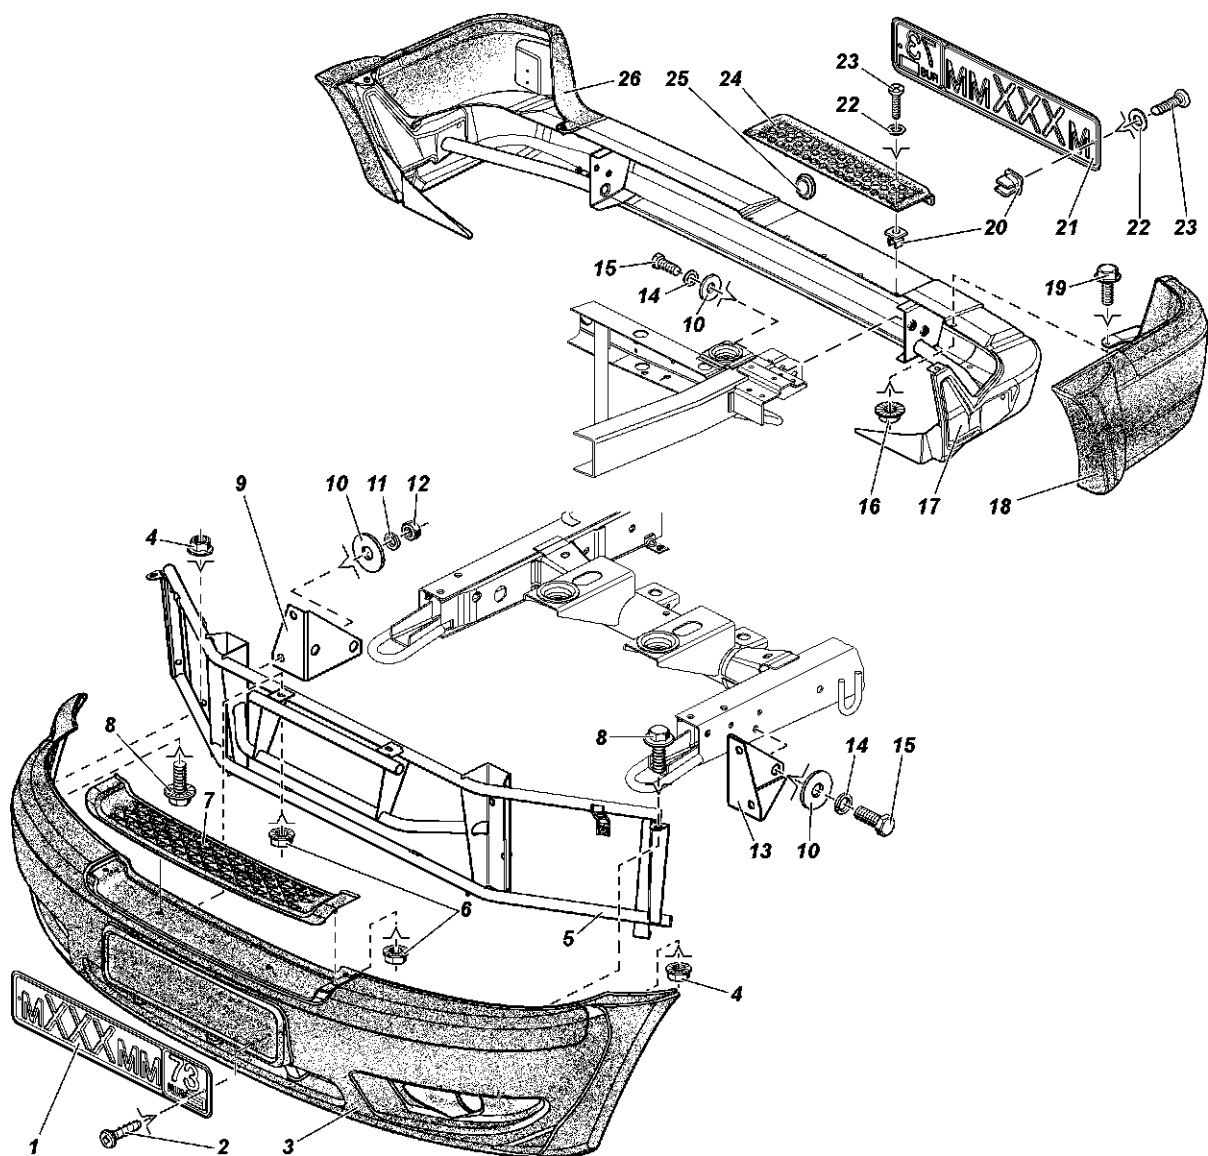

Рис. 15.21. Передний и задний бамперы, крепление номерных знаков:
1. Отверните по две гайки 12 (рис. 15.21) крепления бампера к кронштейнам 9 и 13 и снимите бампер.
1. Отверните четыре болта 15 (см. рис. 15.21) крепления заднего бампера к раме.